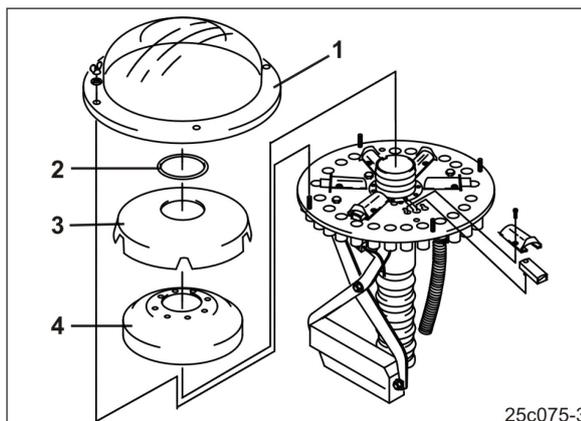

Fig. 122
1. Verteileraußenhaube (Fig. 122/1) demontieren.
2. Ring (Fig. 122/2) demontieren.
3. Verteiler-Innenhaube (Fig. 122/3) demontieren.
4. Schaumstoffeinsatz (Fig. 122/4) demontieren.